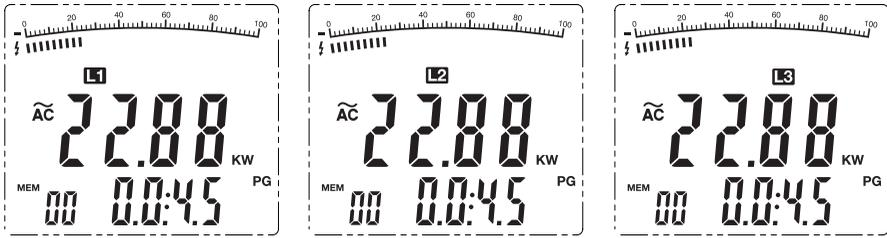

Figure 8
3. Régler le compteur de kW. Le double affichage indique la valeur kW de puissance active et l'angle de phase (PG) valeur.
4. Appuyez sur le L1-L2-L3 bouton pour choisir la première phase L1 (voir la figure 8).
5. Appuyez sur le bouton Σ pour enregistrer et *ij* somme la valeur mesurée pour L1. (voir la figure 8)
7. Appuyez sur le L1-L2-L3 bouton pour choisir la première phase L2. Le moniteur principal affiche le kW pour la phase L1 et l'écran secondaire affiche l'angle de phase (PG).
8. Appuyez sur le bouton Σ pour enregistrer et *ij* somme la valeur mesurée pour L2. (La figure 8). Le moniteur principal affiche le kW pour la phase L2 et l'écran secondaire affiche l'angle de phase (PG).
10. Appuyez sur le L1-L2-L3 bouton pour choisir la première phase L3. Le moniteur principal affiche le kW pour la phase L3 et l'écran secondaire affiche l'angle de phase (PG).
11. Appuyez sur le bouton Σ pour enregistrer et *ij* somme la valeur mesurée pour L3. (figure 8)
4. Appuyez sur le L1-L2-L3 bouton pour choisir la première phase L1 (voir la figure 8). Le moniteur principal affiche le kW pour la phase L1 et l'écran secondaire affiche l'angle de phase (PG).
5. Appuyez sur le bouton Σ pour enregistrer et ij somme la valeur mesurée pour L1. (voir la figure 8)
7. Appuyez sur le L1-L2-L3 bouton pour choisir la première phase L3. Le moniteur principal affiche le kW pour la phase L3 et l'écran secondaire affiche l'angle de phase (PG).
8. Appuyez sur le bouton Σ pour enregistrer et ij somme la valeur mesurée pour L3. (figure 8)